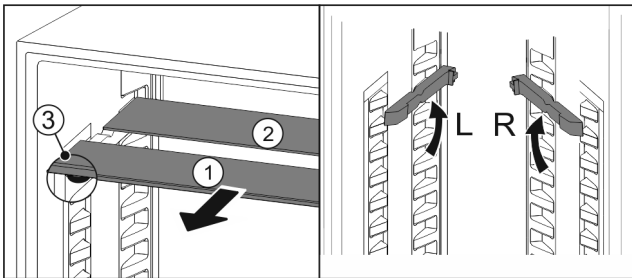

Fig. 110
- ▶ Посуньте Fig. 110 (1) скляну панель вперед.
- ▷ Скляна панель Fig. 110 (1) з декоративною планкою лежить спереду.
- ▷ Стопори Fig. 110 (3) показують вниз.